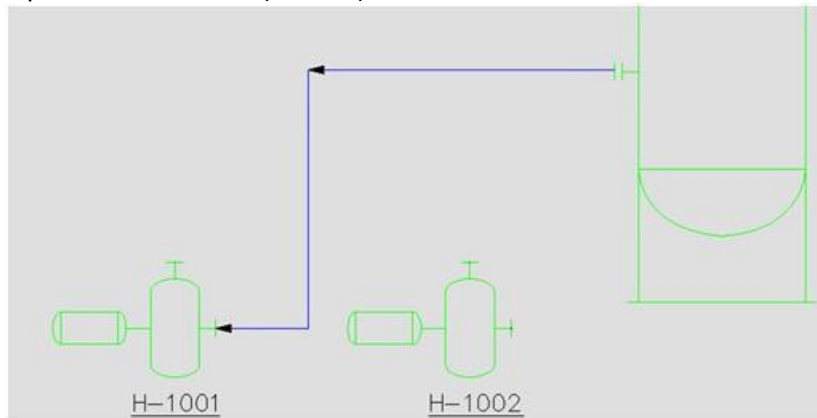

Рис. 12
- Соедините линией вертикальную колонну и насос H-1001, выбрав пиктограмму **Основной сегмент линии** на вкладке **Линии** палитры инструментов. При подключении линии к насосу пользуйтесь привязкой к **Узлу**. По умолчанию эта привязка включена (Рис. 12).